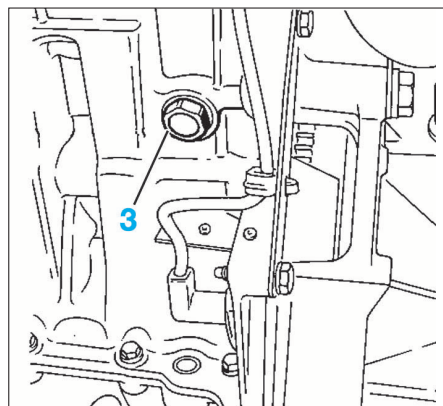

FIG. 33
- Déposer la vis de vidange (3) du carter-cylindres (Fig.33).